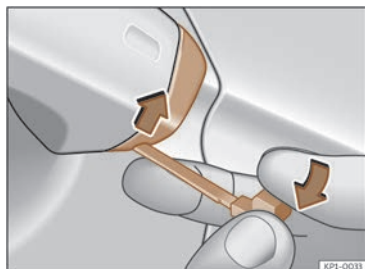

Fig. 78 Mânerul de pe ușa șoferului: pentru deschidere, scoateți capacul.
- Introduceți tija cheii în fanta inferioară a capacului de pe mânerul ușii șoferului și apoi faceți pârghie în direcția săgeții >>> fig. 78.